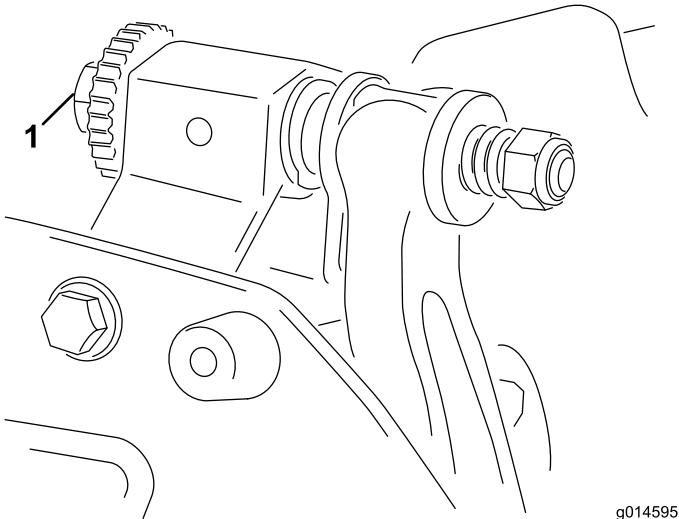

Figura 4
1. Coloque a unidade de corte numa superfície de trabalho plana e nivelada. Não deixe que haja contacto com o cilindro, rodando os parafusos de ajuste da barra de apoio no sentido contrário ao dos ponteiros do relógio (Figura 4).